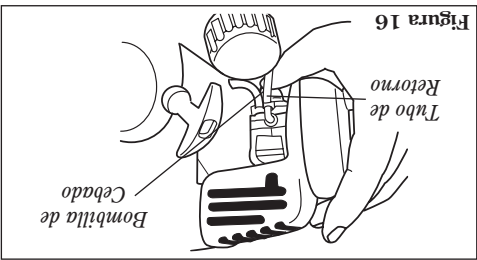

Figura 16
- c. Mientras deprime el botón de seguro del acelerador, libere la palanca del acelerador. Consulte la figura 16.